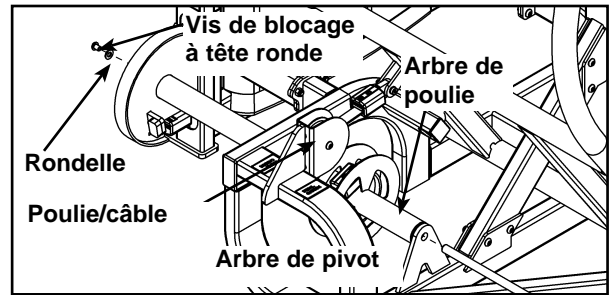

Figure 3
- F. Retirez la poulie, puis enlevez l'autre extrémité de la courroie de la came. Reportez-vous à la figure 3.
- G. Retirez l'une des deux vis de blocage à tête ronde fixant l'arbre du pivot. Reportez-vous à la figure 3.
- H. Enlevez avec précaution l'arbre de pivot et l'arbre de poulie. Reportez-vous à la figure 3.
- L. Fixez prudemment l'arbre de poulie en utilisant l'arbre de pivot et les vis de blocage à tête ronde retirés aux étapes 4G et 4H. Reportez-vous à la figure 3.